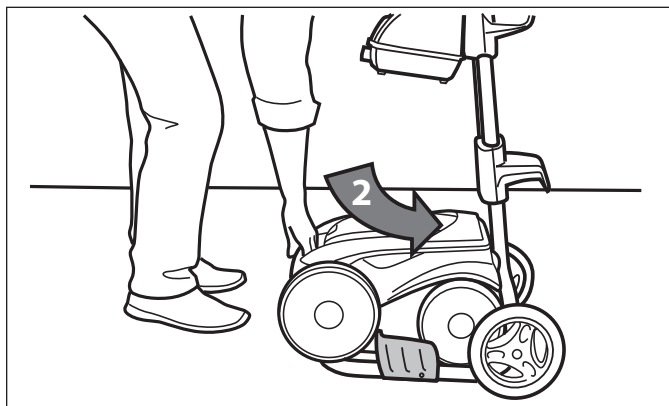

Figure 30. Installer correctement le nettoyeur sur le chariot
2. Remettre l'appareil en place en le roulant sur le chariot. Se référer à la Figure 30.